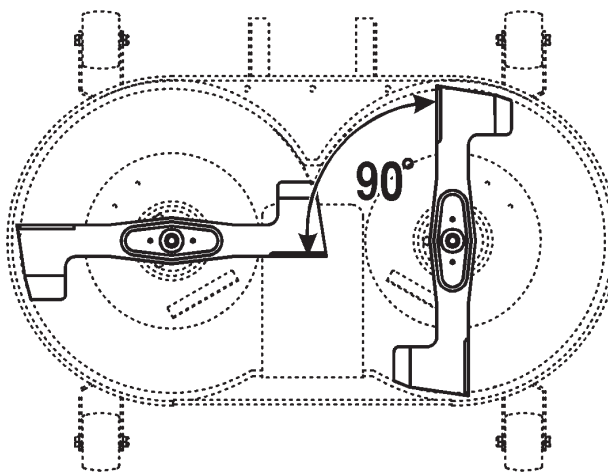

Figure 41
2. Placez les lames à 90° l'une de l'autre (Fig. 41).